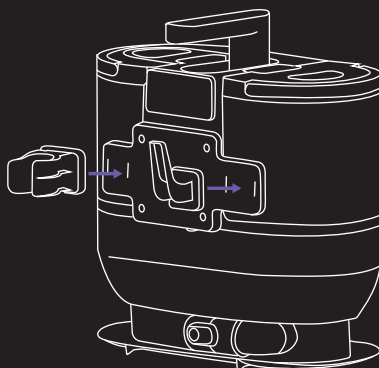

Fig. 2
3. À l'arrière de l'unité principale, comme illustré (Fig. 2), insérez le support de l'outil de nettoyage et le range-câble d'alimentation jusqu'à ce qu'ils s'enclenchent. Assurez-vous que le support de l'outil de nettoyage et le cordon d'alimentation sont correctement branchés.